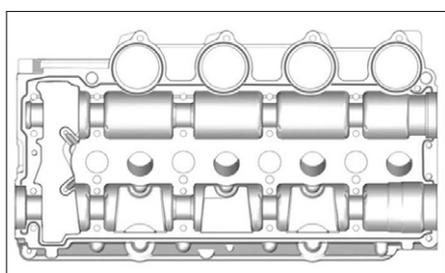

FIG. 88
- Appliquer un cordon de 1,2 mm de diamètre de produit d'étanchéité sur le carter palier d'arbres à cames (Fig.88).